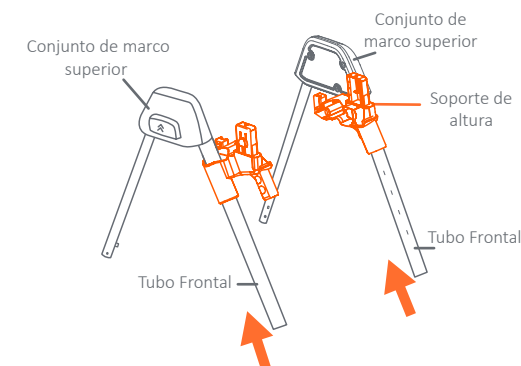

Fig. 2a
- 2) **NOTE:** El tubo delantero se distingue fácilmente del tubo trasero por el despliegue de agujeros situados en la parte posterior del tubo delantero. Inserte el soporte de altura de los lados izquierdo y derecho en el tubo frontal del conjunto del marco superior como se muestra en la (Fig. 2a).